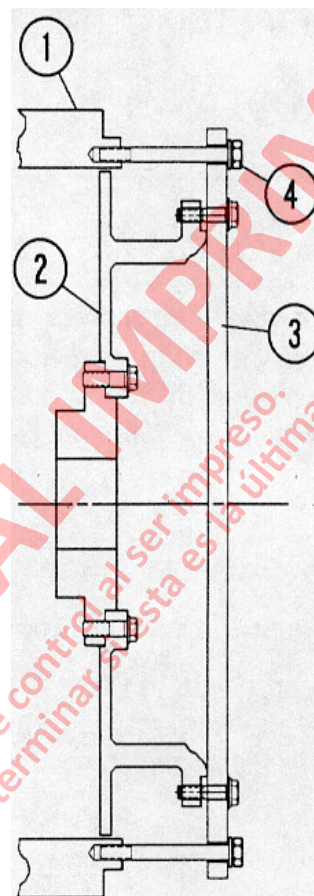

FIGURA 4-5. JUEGO AXIAL DEL ALTERNADOR
4. Consulte la Figura 4-5. Juego Axial del Alternador:
- Empleando una barra plana de acero (3, Figura 4-5), apernada rígidamente al rotor del alternador (2), instale un perno de 5/8" – 11 (4) en cada extremo en la caja del alternador (1). Apriételo con los dedos.
- Mueva axialmente el rotor del alternador (2) hacia atrás (extremo del anillo deslizante), apretando alternadamente los pernos (4), media vuelta a la vez. **NO** exceda el torque de **12.0 ft. lbs. (16.3 N.m.)** en cada perno. Esto da una carrera de retroceso máxima permisible al rotor del alternador.
- Suelte alternadamente los pernos (4), una vuelta a la vez, hasta liberar el torque. Saque con cuidado la barra (3).